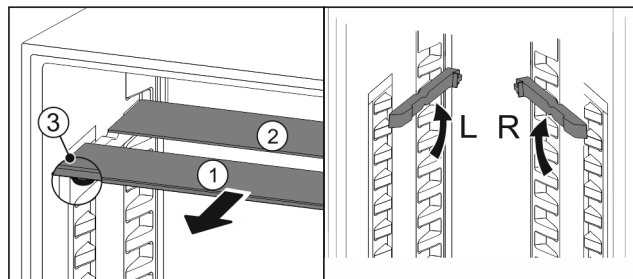

Fig. 104
- ▶ Издърпайте Fig. 104 (1) поотделно стъклените плочи напред.
- ▶ Стъклената плоча Fig. 104 (1) с декоративната лайсна е отпред.
- ▶ Ограничителите Fig. 104 (3) сочат надолу.